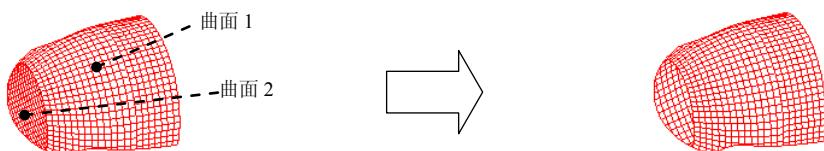

图 6.5.3 “连接”类型
- **连接** 单选项：即连接类型，合并两个相邻面组，其中一个面组的边完全落在另一个面组上。如果一个面组超出另一个，通过单击图 6.5.1 中的 C 按钮或 D 按钮，可指定面组的哪一部分包括在合并特征中，如图 6.5.3 所示。